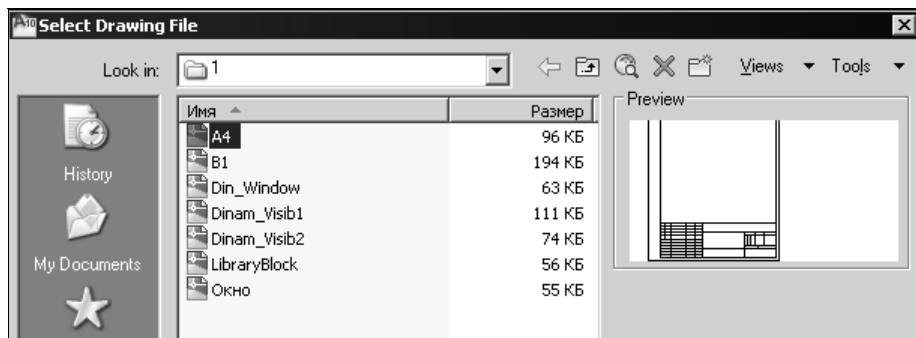

Рис. 16.5. Диалоговое окно для выбора файла со вставляемым блоком
В качестве блока можно использовать и весь чертеж, сохраненный в файле. В этом случае следует щелкнуть мышью на кнопке **Browse** (Обзор). В появившемся диалоговом окне (рис. 16.5) **Select Drawing File** (Выбор файла чертежа) найдите и укажите необходимый файл. В этом случае блоком становится весь чертеж.
2. Введите в командной строке имя блока или знак вопроса и нажмите клавишу <Enter> для вывода имен всех блоков, описанных в рисунке. Если ввести символ "~" (соответствующая клавиша на клавиатуре находится под клавишей <Esc>) и нажать клавишу <Enter>, то появится диалоговое окно **Select Drawing File** (Выбор файла рисунка) (рис. 16.5), в котором можно выбрать необходимый файл рисунка для вставки в текущий чертеж в качестве массива блоков. После ввода имени блока появится запрос